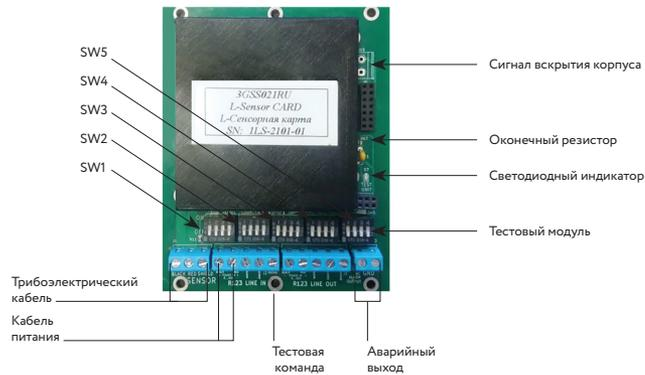

Рисунок 2 – Внешний вид платы БОС
1.4.6.1 Ручная настройка уровня усиления сигнала осуществляется группой DIP-переключателей в блоке SW1 (см. рис. 2) в соответствии с таблицей 4.
1.4.7.1 Ручная настройка порога срабатывания осуществляется группой DIP-переключателей в блоке SW1 (см. рис. 2) в соответствии с таблицей 5.
1.4.8.4 Ручная настройка временного интервала подсчета тревожных событий осуществляется DIP-переключателем 3 в блоке SW2 (см. рис. 2) в соответствии с таблицей 7.
1.4.9.2 Ручная настройка минимальной длительности импульса осуществляется DIP-переключателем 4 в блоке SW2 (см. рис. 2) в соответствии с таблицей 8.
1.4.9.3 В блоке SW3 (см. рис. 2) использованы только DIP-переключатели 1 и 2, где переключатель 1 – включение/выключение светодиодной индикации состояния работы извещателя, а переключатель 2 – включение/выключение автоматической настройки чувствительности.